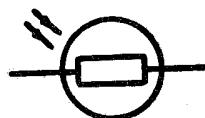

Рис. 4
**Фоторезистор.** Наряду с постоянными резисторами и резисторами, регулируемыми вручную, существует целый ряд резисторов, автоматически изменяющих свои параметры под влиянием внешних воздействий. Один из них — фоторезистор. Светочувствительный материал, являющийся основой фоторезистора, способен изменять свое сопротивление под воздействием внешней освещенности, причем, чем больше освещенность, тем меньше величина сопротивления. На электрической схеме резистор обозначается согласно рис. 4.